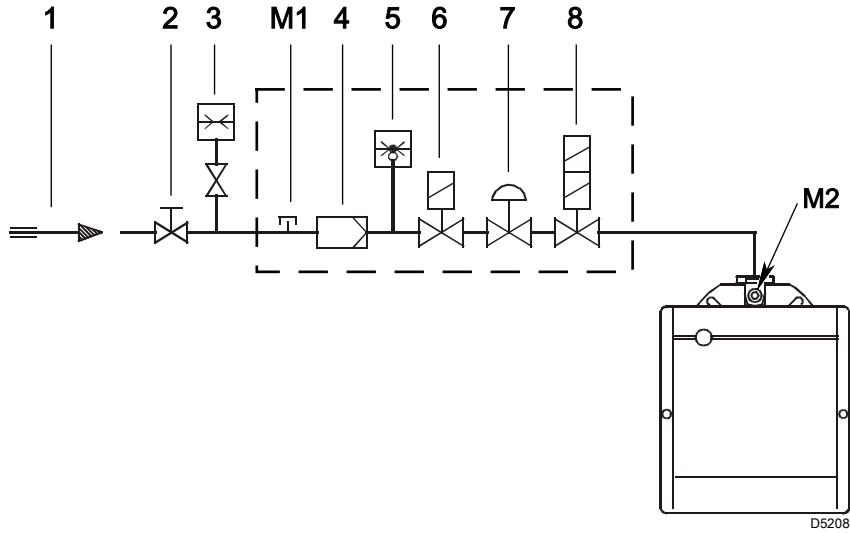

图 16
图例 (图 16)
测试点 M2 ) 测量的燃气压力 ( 图 16 位于第 18 页 )，此时：
- 从测试点 M2 ) 压力减去燃烧室中压力 ( 图 16 位于第 18 页 )。
$$\begin{aligned} \text{测试点 M2 ) 燃气压力 ( 图 16 位于第 18 页 )} &= 10 \text{ 毫巴} \\ \text{燃烧室内压力} &= 2.2 \text{ 毫巴} \\ 10 - 2.2 &= 7.8 \text{ 毫巴} \end{aligned}$$
在所要的燃烧器工作的最大调制输出已经固定的情况下计算 测试点 M2 ) 所需的燃气压力 ( 图 16 位于第 18 页 )：
- 在右边的栏 1，读取插口 M2 ) 处的压力 ( 图 16 位于第 18 页 )。
测试点 M2 ) 所需的压力 ( 图 16 位于第 18 页 )。